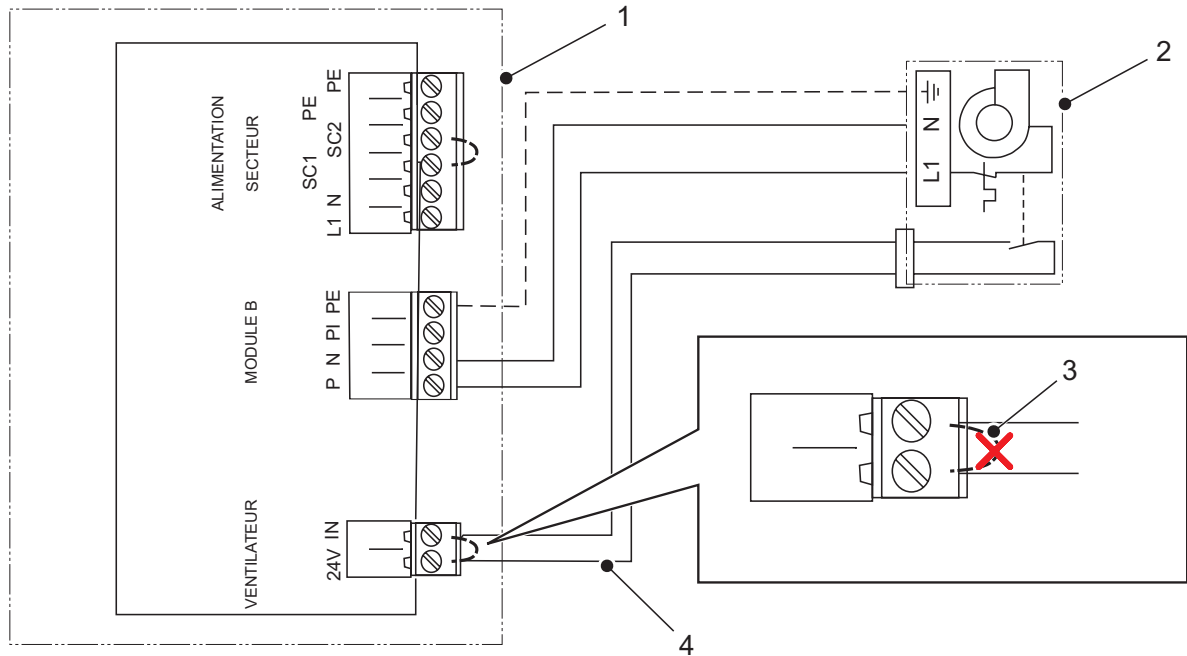

Figure 16 : Connexions de la carte pilote
- d. Raccorder le câble de raccordement au réseau et le câble de la boucle de sécurité sur la carte pilote à l'intérieur de l'humidificateur, comme illustré sur la Figure 16.